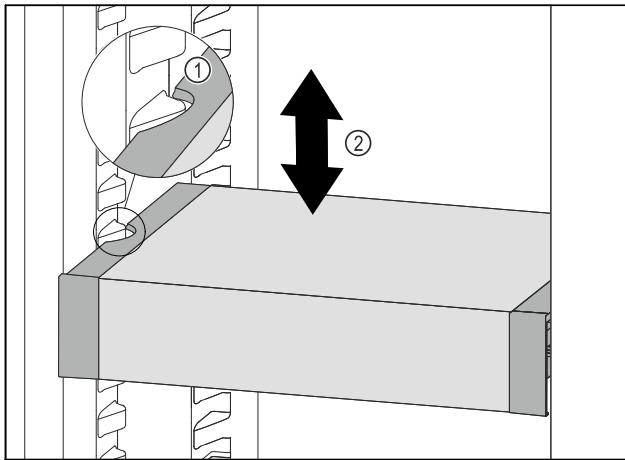

Fig. 118
- Тяните VarioSafe вперед, пока боковые выемки VarioSafe не окажутся на высоте выступа резервуара в холодильном отделении. Fig. 118 (1)
- Двигайте VarioSafe в холодильном отделении вверх или вниз, пока не будет достигнута требуемая высота. Fig. 118 (2)